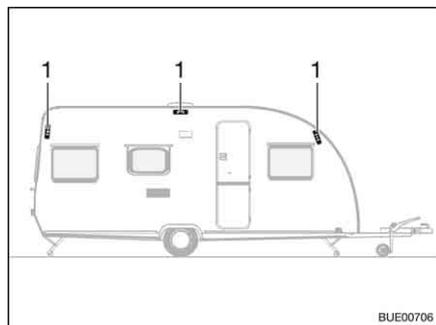
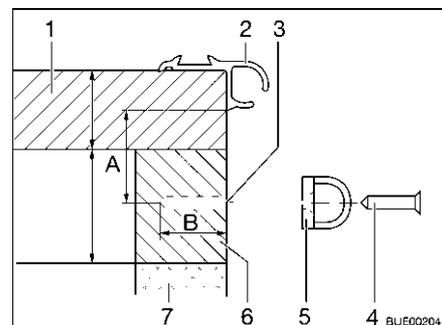

Bild 22 Vorzeltösen am Caravan
Bild 23 Vorzeltösen montieren
Die Bohrungen (Bild 23,3) für die Vorzeltösen (Bild 22,1) müssen 35 mm (Bild 23,A) unterhalb der Vorzeltleiste (Bild 23,2) angebracht werden. Nur an diesen Positionen haben die Schrauben (Bild 23,4) Halt in den Holzleisten (Bild 23,6) unter dem Dach (Bild 23,1). Unterhalb der Holzleisten enthalten die Wände eine Styroporfüllung (Bild 23,7).
Vorzeltösen (Bild 23,5) mit Schrauben (Bild 23,4) befestigen.
- Vorzelt mit dem einen Ende in die Vorzeltleiste (Bild 23,2) einführen.